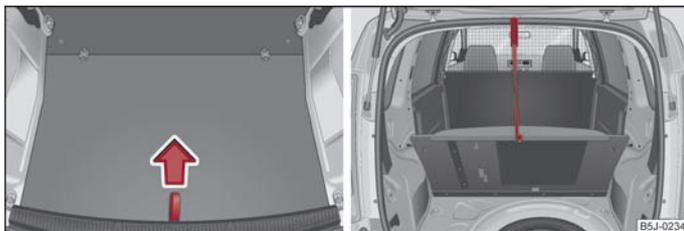

Abb. 164 Schlaufe zur Anhebung des Ladebodens / Befestigung des Ladebodens mit einem Kunststoffhaken
- Heben Sie den Ladeboden an der Schlaufe an ⇒ Abb. 164 und befestigen Sie ihn mit dem Kunststoffhaken (dieser befindet sich unter der Ladebodenkante) an der Oberkante des Heckklappenausschnitts ⇒ Abb. 164 rechts.